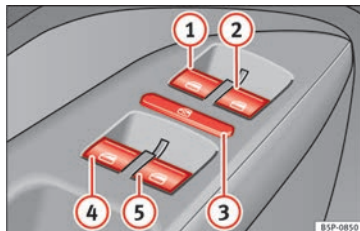

Bild 55 Detaljbild på förardörren: reglage för fönster fram och bak.
Knapparna » bild 55 ① och ② har två nivåer för att öppna fönstret och två för att stänga det. Detta gör det lättare att öppna och stänga fönstren till önskat läge.